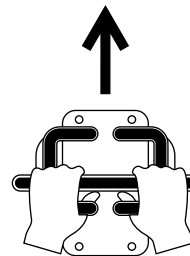

Figura 10
- Per avanzare, spostate entrambi i comandi della trazione in avanti (Figura 10).